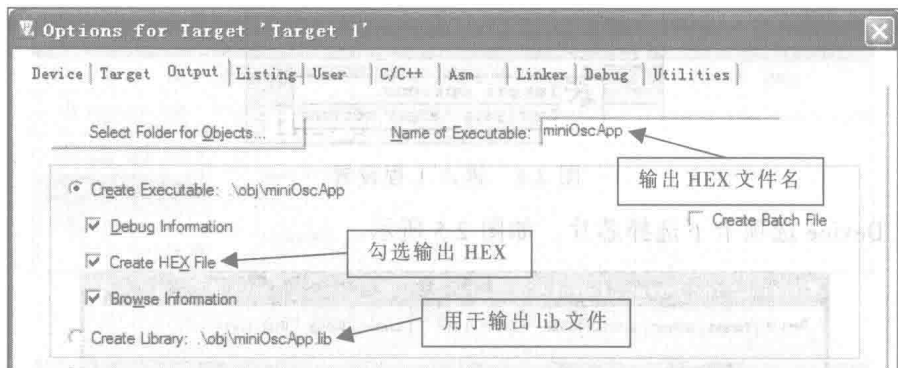

图 2.7 Keil 下 Output 设置
(4) 设置 Output 中相关选项，如图 2.7 所示。